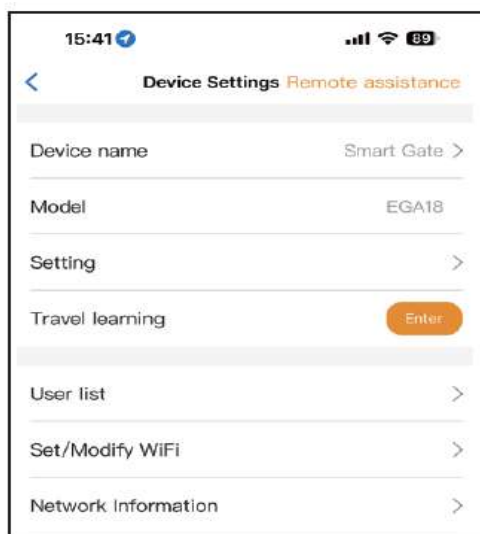

Fig 11
Paso 1. Seleccione el dispositivo, presione el ícono de ⚙ en la esquina superior derecha. Haga clic en "Configuración" (Fig. 11).